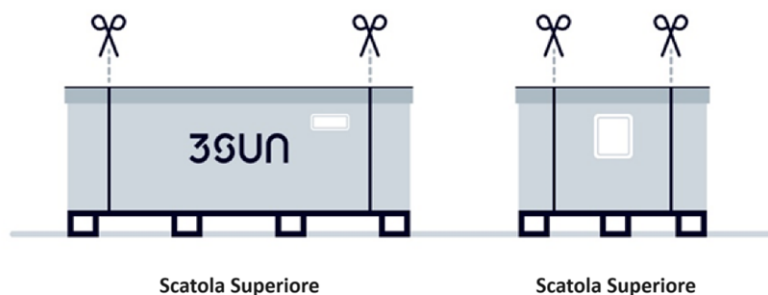

Figura 20: Scatola superiore, cinghie della scatola esterna.
- a) Tagliare le cinghie esterne della scatola (Figura 20)